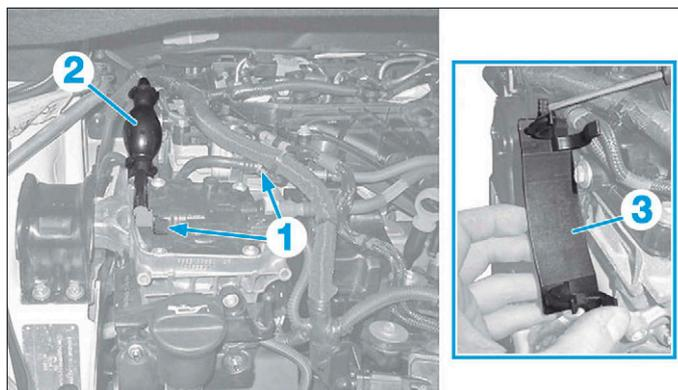
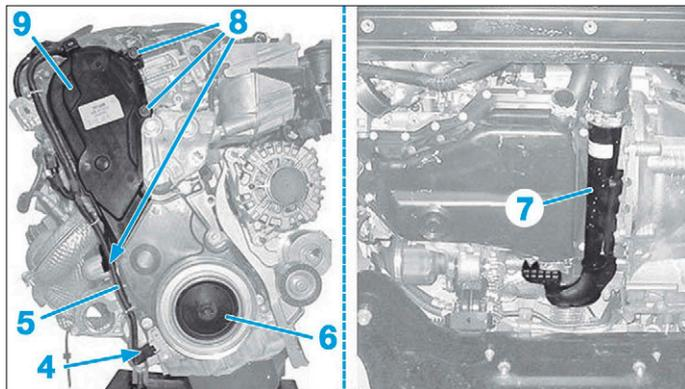
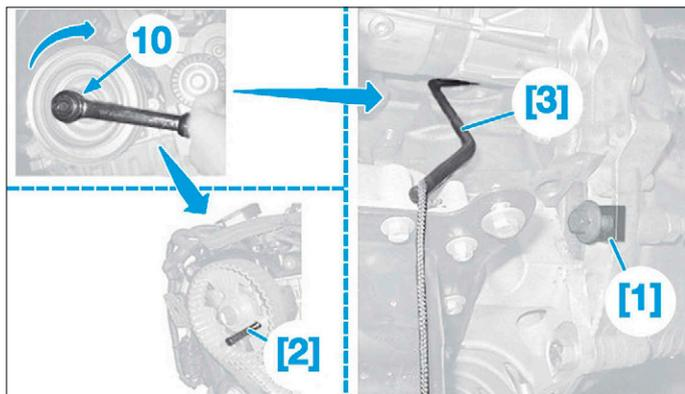

FIG. 6
FIG. 7
FIG. 8
- Désaccoupler les conduites de carburant (1) (Fig.6).
- Écarter la pompe manuelle d'amorçage gazole (2).
- Dégrafer le support (3) (flèche) et le déposer.
- Débrancher le connecteur du capteur de régime (4) (Fig.7).
- Dégrafer et écarter le faisceau (5).
- le cache vis (6),
- le conduit d'air (7) sous le véhicule,
- les vis du carter supérieur (8),
- le carter supérieur (9).
- Tourner le moteur par la vis de poulie (10) (Fig.8).